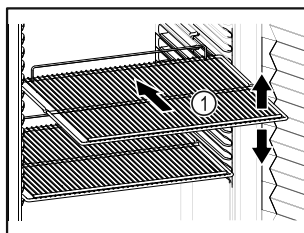

Fig. 60 Példaként szolgáló ábrázolás
- Ha a tároló rácsok Fig. 60 (1) áthelyezhetők, akkor igazítsa be őket a kívánt magasságnak megfelelően.